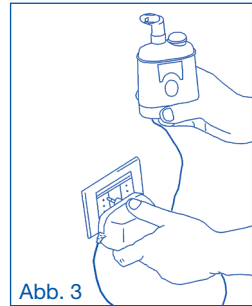

Abb. 3
3. Setzen Sie das Oberteil auf das Gerät und schließen Sie das Inhalationsgerät mit dem mitgelieferten Netzgerät an das Stromnetz an (siehe Abb. 3).